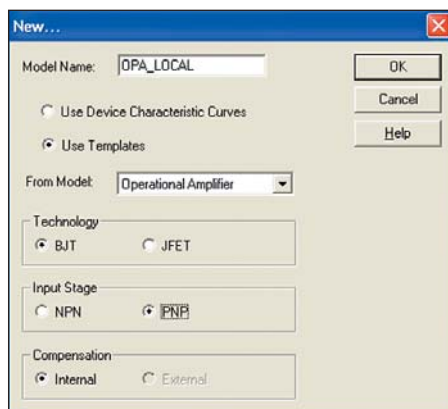

Рис. 10. Диалоговое окно New
4. В диалоговом окне **New** определим название новой модели как OPA\_LOCAL (рис. 10).